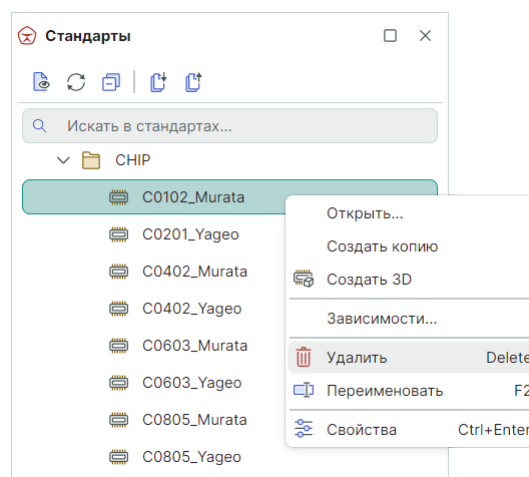

Рис. 110 Удаление корпуса
1. Выберите требуемый корпус в дереве узла «Корпуса» и в контекстном меню выберите пункт «Удалить» или воспользуйтесь горячей клавишей «Delete», Рис. 110.